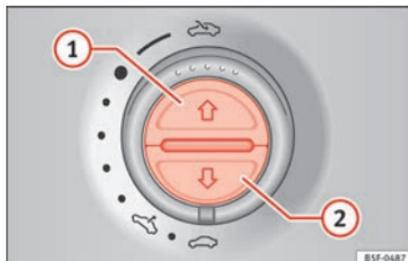

Fig. 139 No revestimento interior do teto: botões para a persiana para o sol.
Abrir por completo (automaticamente):	Pressione o botão » Fig. 139 1
Interromper o funcionamento automático:	Pressione brevemente o botão » Fig. 139 1 ou » Fig. 139 2 .
Ajustar a posição intermédia:	Mantenha pressionado o botão » Fig. 139 1 ou » Fig. 139 2 até alcançar a posição.
Fechar por completo (automaticamente):	Pressione o botão » Fig. 139 2 brevemente.
- *Persiana para o sol*: dentro de 5 segundos após o disparo da função antientalamento pressione o botão » Fig. 139 ② até que a persiana para o sol se feche por completo.